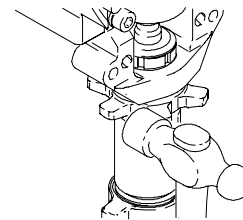

Fig. 17 7673B
6. Fig. 17. Afloje la contratuerca golpeándola firmemente con un martillo de 567 g (máximo). Desenrosque la bomba.